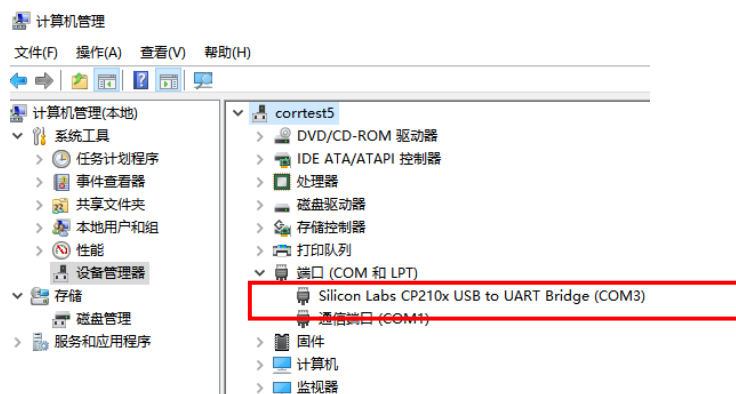

图 1.3 USB 驱动正确安装后设备管理器端口
3. 首先点击“安装设备驱动”，安装驱动过程中直接点击“下一步”即可安装完成。正确安装驱动程序后，进入到设备管理器中“端口(COM 和 LPT)”下应出现“Silicon Labs CP210x USB to UART Bridge(COM x)”，“COM x”即为 CP210x 虚拟的 COM 端口号，如图 1.3 所示：